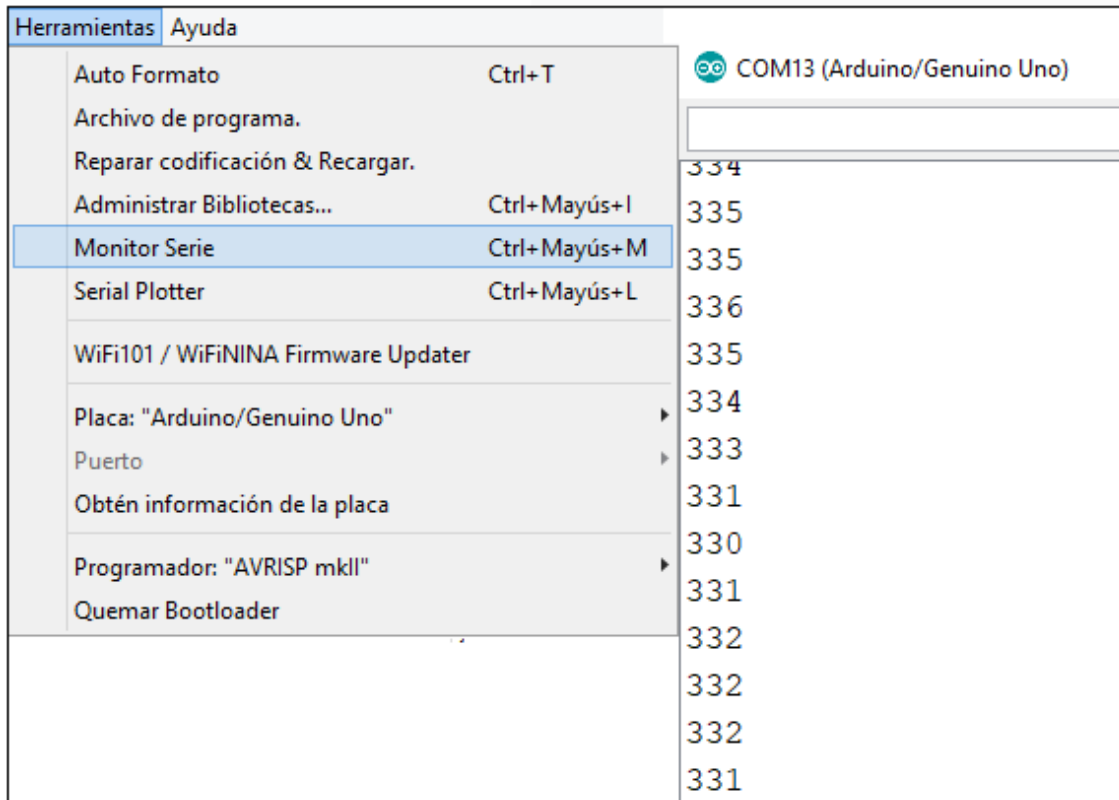

Figura 4.- Llamado al monitor mediante
- Llamar al monitor desde la barra de herramientas figura 4, en el momento del llamado se aprecia como aparece una pantalla emergente que muestra la lectura de la entrada analógica.